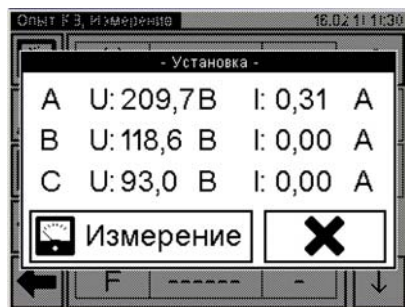

Рисунок 6.51
12) Установить номинальное значение напряжения при проведении опыта К3, регулируя выходное напряжение внешнего источника питания и наблюдая его значение на экране БУ в окне "Установка" (рисунок 6.51).
13) Выполнить измерение, для чего нажать кнопку Измерение (рисунок 6.51). На экране появится окно, демонстрирующее динамику процесса измерения (рисунок 6.52), а затем – ок-